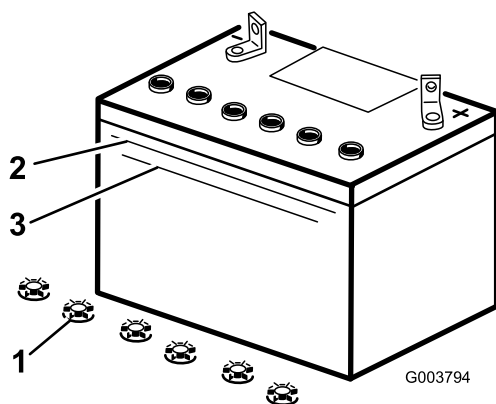

Figure 43
3. Observez le côté de la batterie. Le niveau de l'électrolyte doit atteindre le trait supérieur (Figure 43). Le niveau d'électrolyte ne doit pas descendre au-dessous du trait inférieur (Figure 43).
5. Enlevez les bouchons de remplissage de la batterie (Figure 43).
6. Versez de l'eau distillée avec précaution dans chaque élément jusqu'au repère supérieur (Figure 43) sur le côté de la batterie.
7. Attendez 5 à 10 minutes après avoir rempli les éléments. Au besoin, ajoutez de l'eau distillée pour amener le niveau jusqu'au repère supérieur sur le côté de la batterie (Figure 43).